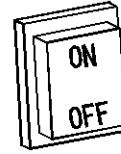

Fig. 4
- a. Tournez l'interrupteur d'alimentation en position « I » et contrôlez que le ventilateur démarre correctement. (Fig. 4)